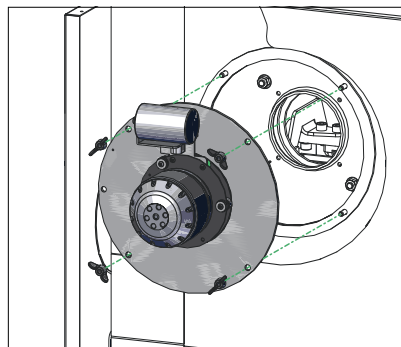

Fig. 24 Gebläse abstecken und abmontieren
- ▶ Gebläsekabel abstecken, Flügelmuttern vom Gebläse abschrauben und Gebläse abnehmen – Fig. 24.